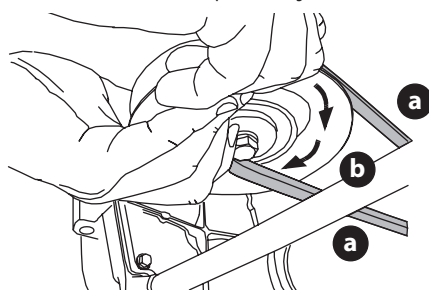

Figura 43
- d. Mientras sostiene la correa de la PTO (a) hacia abajo, siga girando la polea de la PTO (b) hasta que la correa de la PTO (a) se deslice fuera de la polea (b) (Figura 43).
8. Tire del lado derecho de la correa de la PTO hacia atrás y coloque el lado V angosto de la correa de la PTO en la polea de la PTO (Figura 43 en la página 68).
9. Mientras sostiene la correa y la polea de la PTO juntas, gire la polea de la PTO hacia la izquierda (Figura 43 en la página 68). Siga sosteniendo y rotando la polea de la PTO y la correa de la PTO hasta que la correa de la PTO se enrolle totalmente en la polea de la PTO.